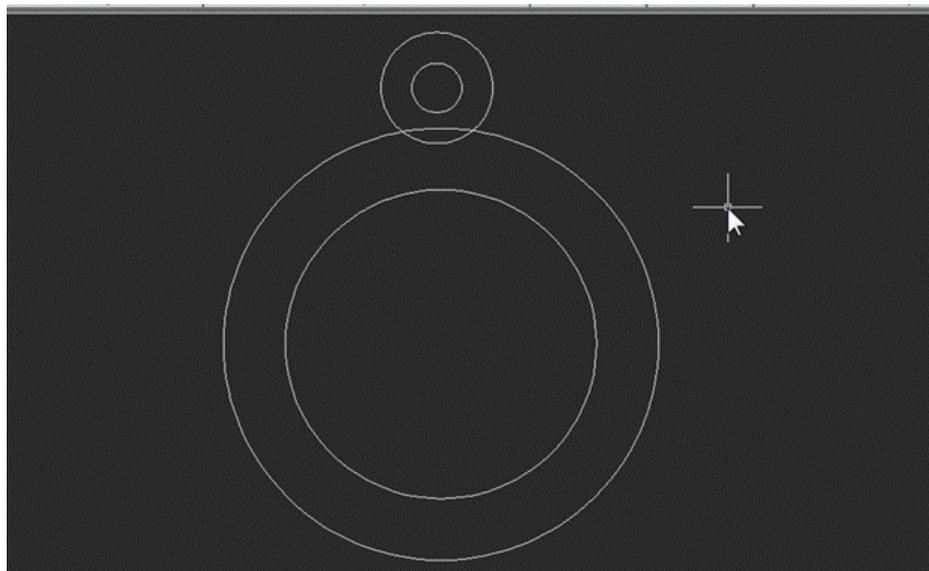

Рис.4. Построение окружностей
6. Построить одну «прошину» - отверстие диаметром 8.5мм и вокруг него – еще одна окружность, отстоящая от отверстия на заданные 5мм. Для построения наружной окружности можно воспользоваться командой **Смещение** (панель Редактирование), задав отступ с клавиатуры Рис.4.